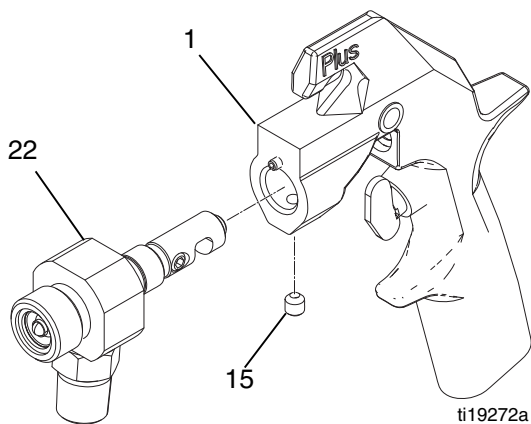

FIG. 8
5. Desserrez la vis de réglage (15) puis retirez le carter de fluide (22) du corps du pistolet (1). Consultez la FIG. 8.